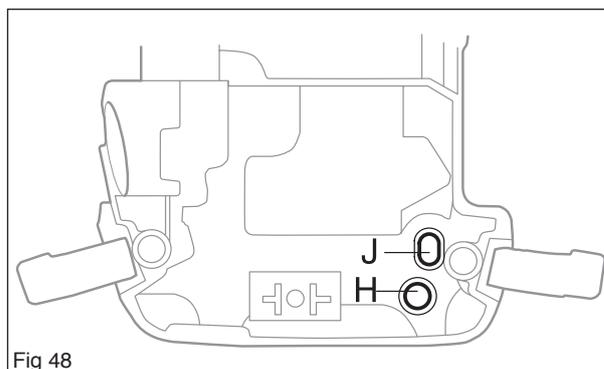

Fig 48
2. Soulever l'unité moteur au-dessus de l'unité du réservoir et insérer le tuyau de carburant (dans J), le tuyau de retour (dans H) dans le bas du compartiment du carburateur. (voir la figure 48)